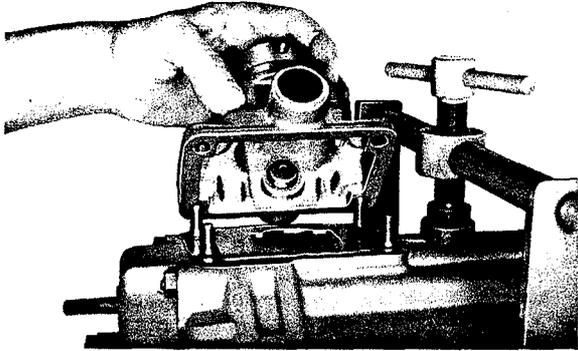

Fig. 58
- La différence entre ces deux cotes, moins 0 à 0,1 mm pour le jeu axial (il faut essayer d'obtenir toujours la cote 0,0) donne l'épaisseur des rondelles d'ajustement (202) qui doivent être placées dans l'évidement tourné du flasque de guidage. Les rondelles d'ajustement sont disponibles dans les épaisseurs de 0,6; 0,7 et 0,8 mm.
- Coller dans l'évidement tourné la rondelle d'ajustement avec de la graisse. Badigeonner la surface d'étanchéité de la bride de guidage avec de la pâte d'étanchéité ou du mastic d'étanchéité. Faire glisser la bride de guidage sur l'arbre menant et l'appuyer contre le carter. Visser les écrous (102) en intercalant les rondelles élastiques (103) sur les goujons prisonniers et les serrer à un couple de 20 à 25 N.m (2,0 à 2,5 kg.m).
Mettre le joint (618) et la plaque de butée (617) sur le carter. Poser ensuite le boîtier de commande (616) sur le joint (fig. 58). Visser les écrous hexagonaux (102) en intercalant les rondelles élastiques (103) sur les goujons prisonniers; puis, les serrer à un couple de 20 à 25 N.m (2.0 à 2.5 kg.m).